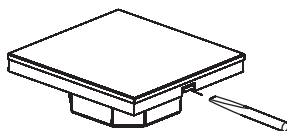

Рис.3. Снятие лицевой панели.
- 3.7. Отсоедините лицевую панель от корпуса, аккуратно поддев ее плоской отверткой (Рис. 3).